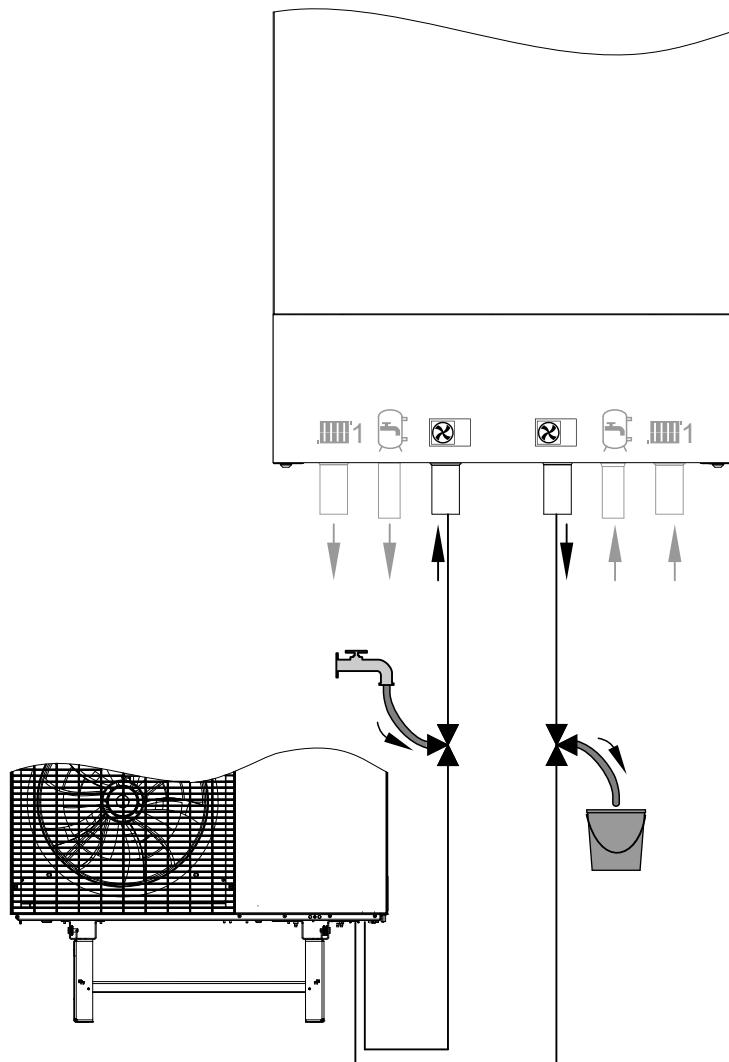

Abb. 70
3. 3-Wege-Kugelhähne im Vor- und Rücklauf Außen- einheit gemäß Abb. 70 öffnen: **Offen in allen Richtungen**